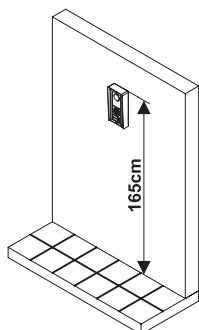
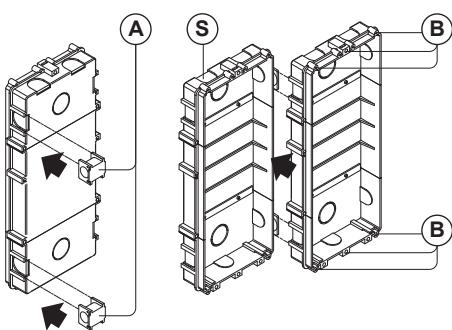

Fig. 1
Fig. 2
1. Monte a caixa traseira **S** (**Fig. 2**) a 165 cm do nível do solo (**Fig. 1**);
2. Se mais de uma caixa embutida for necessária, ligue-as utilizando os espaçadores de plástico fornecidos em **A** (**Fig. 2**);
3. Se necessário, termine e limpe corretamente os orifícios de fixação do suporte do módulo e todos os outros orifícios **B** (**Fig. 2**);
Fixe a caixa de superfície na parede a uma distância de 165 cm entre o topo da caixa e o solo (**Fig. 1**).